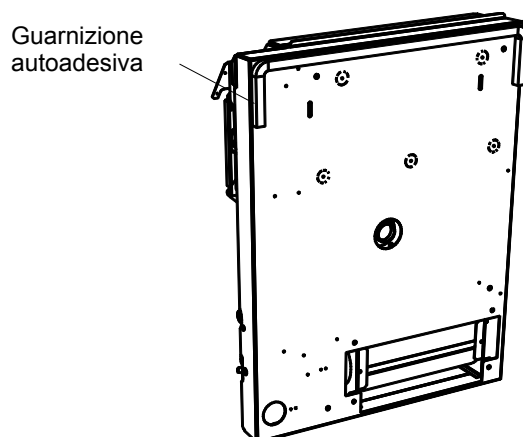

Figura 9 – Posizionamento guarnizione
9. Posizionare la guarnizione autoadesiva in materiale spugnoso sul telaio di supporto (posto nella parte posteriore della macchina) come indicato in Figura 9. Cercare di evitare riposizionamenti che potrebbero risultare difficoltosi.